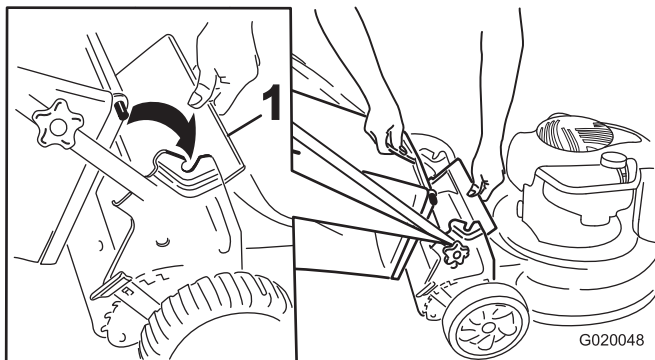

Figura 15
1. Levante el deflector trasero (Figura 15).
2. Introduzca el asa de la bolsa de recogida en las muescas de los soportes del manillar (Figura 15).